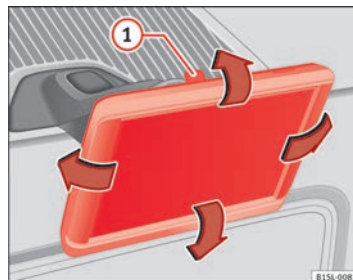

Fig. 125 En la consola central: Desmontar el navegador.
La inclinación y el ángulo de visión pueden ajustarse moviendo el navegador hasta la posición deseada ⇒ fig. 125 ⇒ ①.